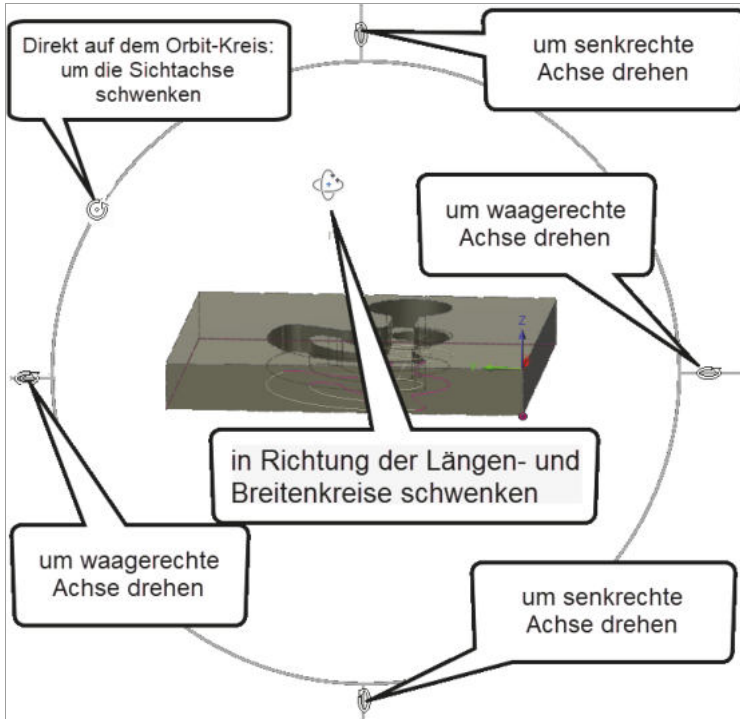

Abb. 1.20: Abhängiger Orbit mit Markierung und unterschiedlichen Cursor-Funktionen
- ORBIT – dient zum Schwenken der Ansicht mit gedrückter Maustaste. Alternativ kann die Funktion auch mit der Kombination -Taste und gedrücktes Mausrad ausgeführt werden. Die Standard-Option ist der FREIE ORBIT. Im Drop-down-Menü darunter verbirgt sich der ABHÄNGIGE ORBIT. Er hebt sich auf dem Bildschirm durch eine sehr schwache Markierung mit einem großen Kreis und vier Achsenmarken nur wenig vom Hintergrund ab (Abbildung 1.20).